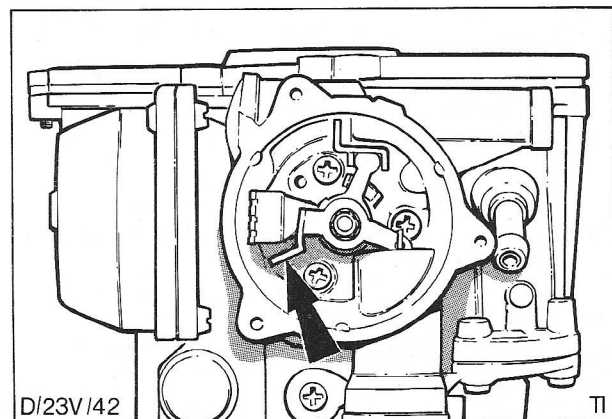

Fig. 68 Arm van vacuümzuiger teruggebogen om de choke in de juiste stand voor versneld stationair draaien te brengen.
- i) Buig met een kleine tang de arm van de vacuümzuiger terug tot de stand die in Fig. 68 is aangegeven. Dit is noodzakelijk om ervan verzekerd te zijn dat de arm niet de beweging van de vacuümzuiger belemmert, waardoor het onmogelijke zou worden om de choke in de juiste stand voor versneld stationair draaien te brengen.